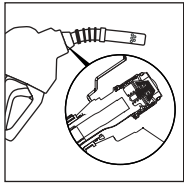

Figure 14
- Fuite indiquée à l'extrémité du bec. Les sceaux de l'adaptateur du bec peuvent être endommagés (lances avec passage vapeur). (Voir Fig. 14)
- Le point du tuyau échoue à bas niveau. Fuite à l'extrémité du bec. Les sceaux de l'adaptateur du bec peuvent être endommagés. (Voir Fig. 14)